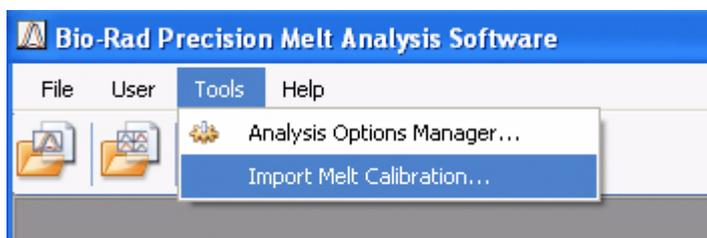

Рисунок 7. Импорт файла калибровки плавления.
2. Щелкните **Tools > Import Melt Calibration** в строке меню (Рисунок 7).